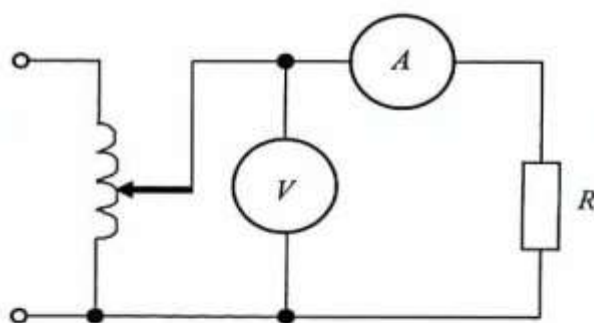

Рис. 1. Схема соединения приборов
2. Собрать цепь согласно рис. 1.